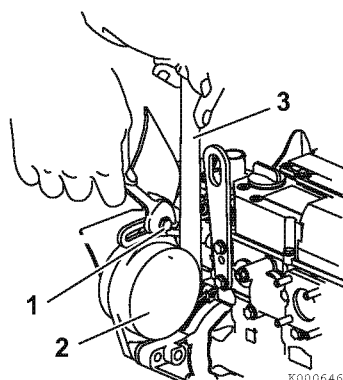

Рисунок 5
2. При необходимости отрегулируйте натяжение клинового ремня. Чтобы натянуть клиновой ремень до необходимого натяжения, ослабьте регулировочный болт (1, **Рисунок 5**) и переместите генератор переменного тока (2, **Рисунок 5**) с помощью рычага (3, **Рисунок 5**). Затем затяните регулировочный болт.